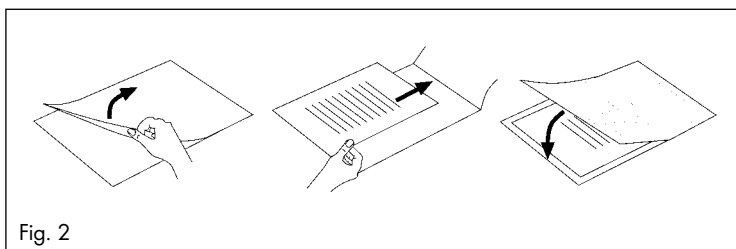

Fig. 2
- Fare attenzione a utilizzare solo un foglio per la laminazione. Provvedere prima ad aprirlo come indicato ad esempio in Fig. 2.
- ▶ Fare attenzione a utilizzare solo un foglio per volta per la laminazione. Aprirlo prima come indicato ad esempio in Fig. 2.